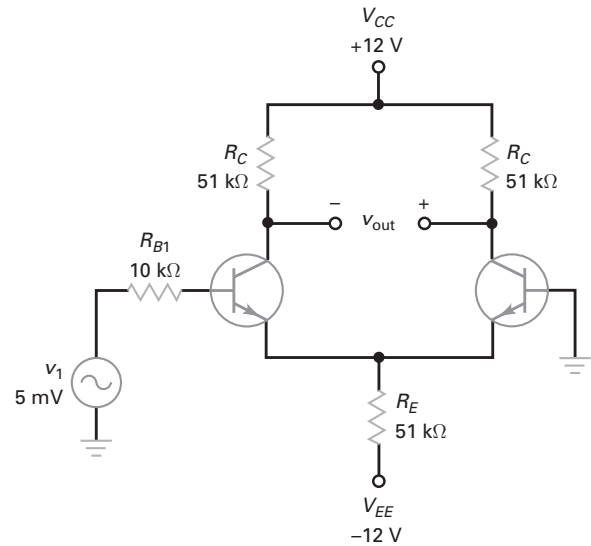

Figura 15-36
- 15-8** O amp-dif da Figura 15-36 tem $A_v = 360$, $I_{in(bias)} = 600$ nA, $I_{in(off)} = 100$ nA e $V_{in(off)} = 1$ mV. Qual a tensão de erro de saída? Se for usado um resistor de base casado, qual a tensão de erro de saída?
- 15-9** O amp-dif da Figura 15-36 tem $A_v = 250$, $I_{in(bias)} = 1$ μ A, $I_{in(off)} = 200$ nA e $V_{in(off)} = 5$ mV. Qual a tensão de erro de saída? Se for usado um resistor de base casado, qual a tensão de erro de saída?
- 15-15** Uma resistência de carga de $27\text{ k}\Omega$ é conectada na saída diferencial do circuito na Figura 15-36. Qual a tensão na carga?
- 15-16** Qual a corrente na carga considerando o circuito na Figura 15-36, se um amperímetro for colocado na saída?